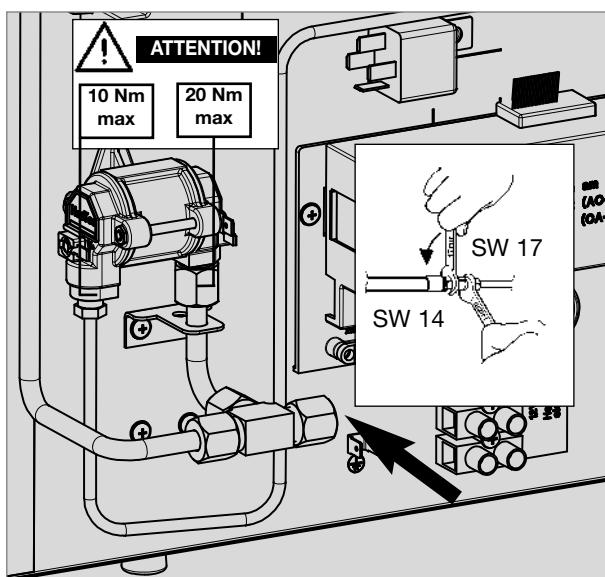

Fig. 38
- Le raccordement à l'appareil s'effectue à l'aide d'un raccord à bague coupante (raccord Erméto) conforme à la norme L8, DIN 2353-ST selon la EN 1949 (voir fig. 38).